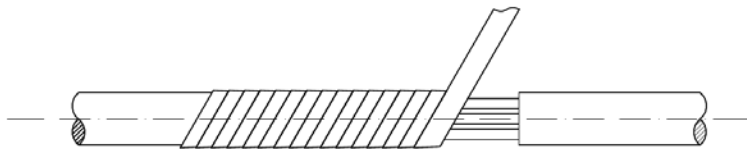

Рис. 10. Обмотка электрокабеля полууступами
- 6) Обмотать пластмассовой изоляционной липкой лентой следует так, как показано на рис. 10. Обмотать в два слоя.